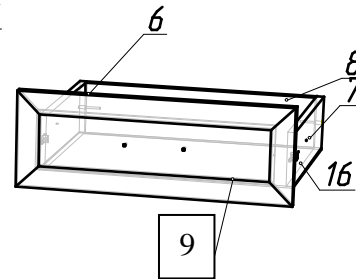

Рис.3. Схема сборки ящика
1. На фасады №9 установить штоки эксцентриковых стяжек **В** (см. рис.3)